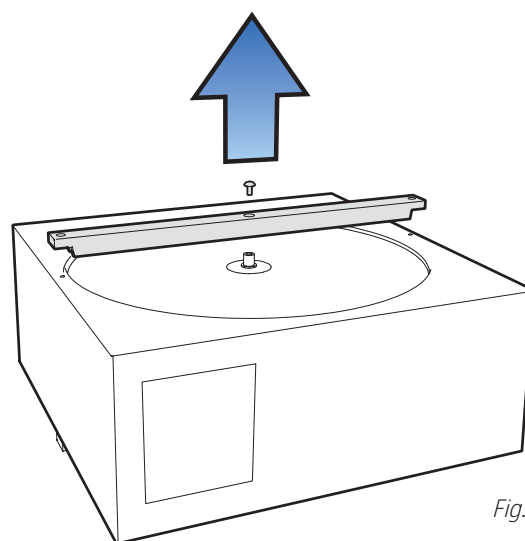

Fig. 2
4. Fjern skruen i senter av aluminiumsprofilen og trekk profilen ut (se Fig. 2). Skruene i hver ende av profilen skal ikke fjernes, siden de kun fungerer som styring. Bank lett i rotorhuset med håndbaken hvis profilen er vanskelig å få ut.
4. Ta bort skruven i mitten av aluminiumprofilen och dra ut profilen (se Fig. 2). Skruvarna i vardera ände av profilen ska inte avlägsnas, eftersom de fungerar som styrning. Slå lätt på rotorhuset med handens baksida om det är svårt att få ut profilen.
4. Remove the screw in the centre of the aluminium profile, and pull the profile out (see Fig. 2). Do not move the screws at each end of the profile. Tap the rotor housing gently if the profile is difficult to pull out.